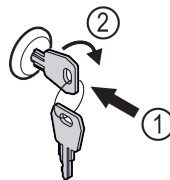

Fig. 141 Beispielhafte Darstellung
- ▶ Schlüssel hineindrücken Fig. 141 (1).
- ▶ Schlüssel um 90° im Uhrzeigersinn drehen Fig. 141 (2).